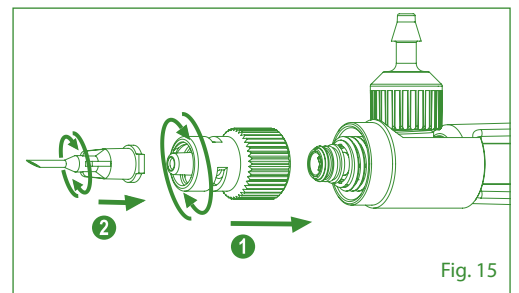

Fig. 15
3. Screw Luer Lock nozzle, attach needle (Fig. 15)
3. Schrauben Sie den Luer-Lock-Ansatz wieder an und befestigen Sie die Nadel (Abb. 15).
3. Vissez l'embout Luer Lock et fixez l'aiguille (Fig. 15).